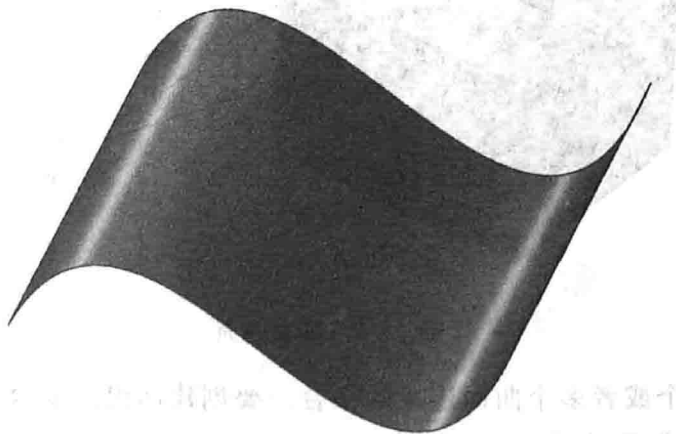

图 1-1 曲面
- 曲面: 没有厚度的造型特征,有助于设计非常复杂无规则的形状,如图 1-1 所示。